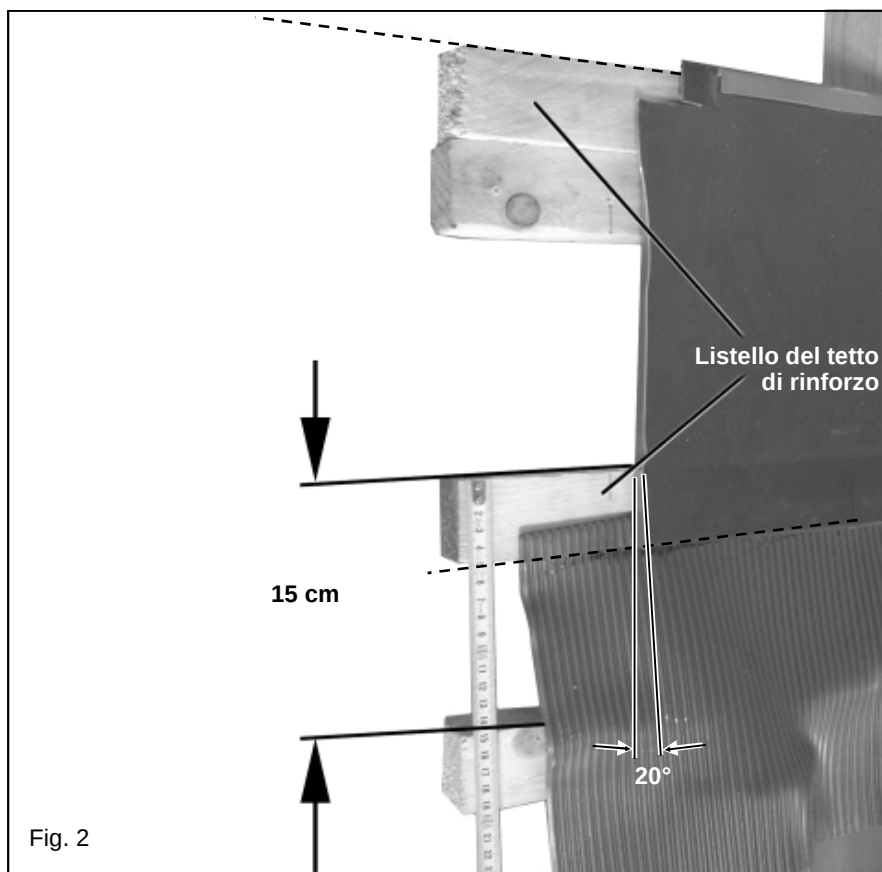

Fig. 2
- Rispettare la distanza di 15 cm fra il listello del tetto presente (con la prima fila di tegole) e il listello di rinforzo inferiore (Fig. 2).